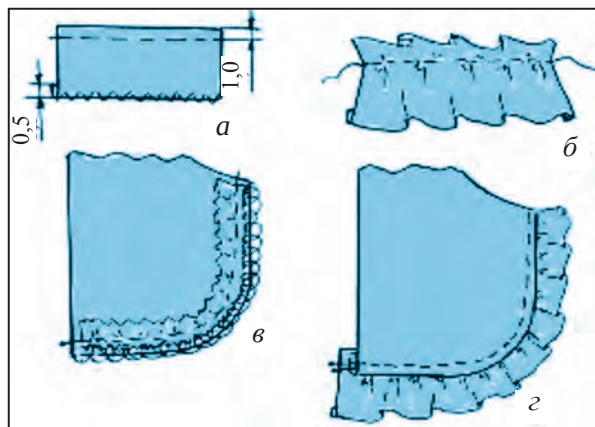

Рис. 45. Шитьё части подола фартука цельной выкройкой.
2. Если деталь украшение состоит из складки, то одна его сторона отделяется наметочной стёжкой на машинке (рис. 45, а).
длиной части подола фартука, собирается в складки (рис. 45, б).
5. В промежутке 0,1 см от швов стёжки на машинке прострачивается строчный ряд и стёганные нити снимаются, намётывается доля шва (рис. 45, в).
6. Складка выворачивается на лицевую сторону, выпрямляется и над ней сшивается строчный ряд украшение (рис. 45, г). Её швы обрабатываются влажно-тёплым способом.
1. Оваловидная часть кармана выполняется как обработка подола фартука (рис. 45).